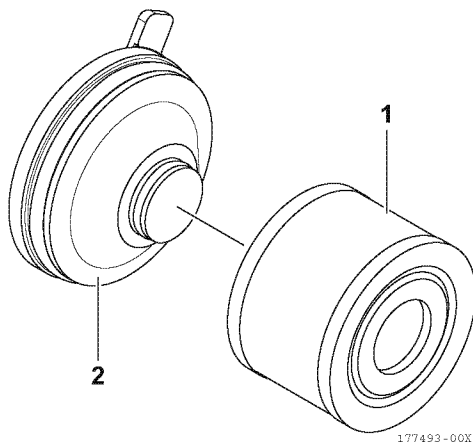

Figura 13
4. Rimuovere la cartuccia del filtro (1, **Figura 13**) dal gruppo coperchio (2, **Figura 13**).